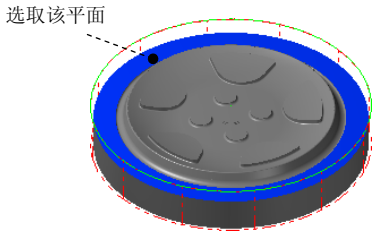
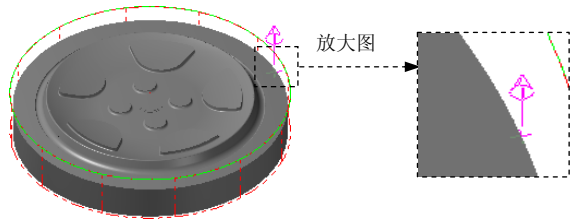

图 15.9 定义附着面
图 15.10 定义边界位置
(1) 选择命令。选择下拉菜单 **C 绘图** → **V 曲面曲线** → **0 单一边界** 命令，
(2) 定义边界的附着面和边界位置。选取图 15.9 所示的曲面为边界的附着面，此时在所选取的曲面上出现图 15.10 所示的箭头。移动鼠标，将箭头移动到图 15.10 所示的位置单击鼠标左键，此时系统自动生成创建的边界预览。